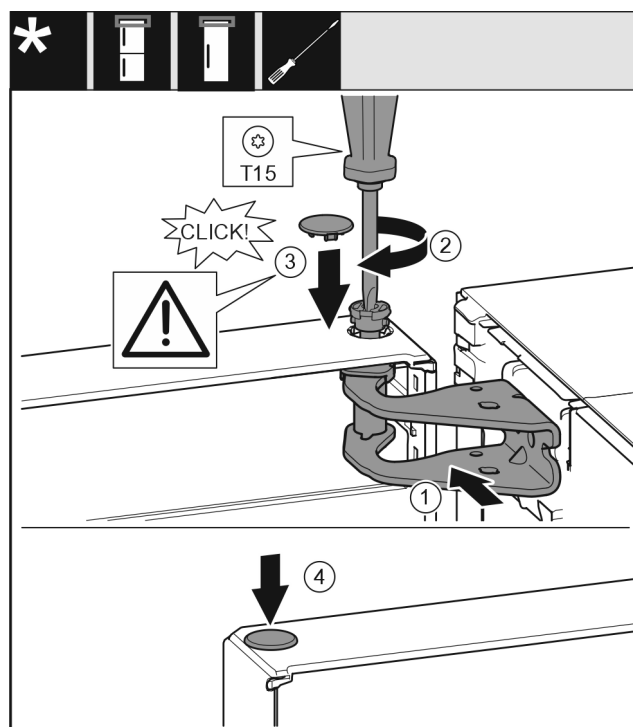

Fig. 21
- ▶ Выверните дверь вверх по отверстию в опорном кронштейне Fig. 21 (1).
- ▶ Вставьте палец Fig. 21 (2) и затяните отверткой.
- ▶ Установите крышку Fig. 21 (3).
- ▶ Проследите за тем, чтобы крышка Fig. 21 (3) прилегла к дверям.
- ▶ Установите крышку Fig. 21 (4).